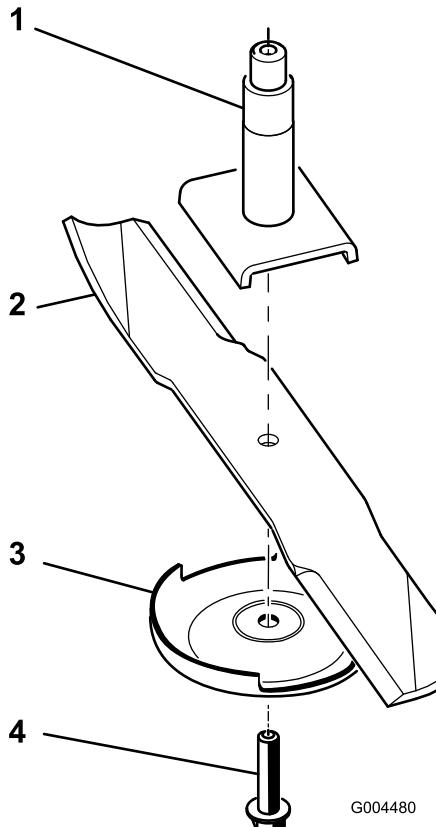

Figura 76
2. Retire del eje de la cuchilla el perno de la cuchilla, el protector de césped y la cuchilla (Figura 76).
2. Verifique el equilibrio de la cuchilla colocándola sobre un equilibrador de cuchillas (Figura 75). Si la cuchilla se mantiene horizontal, está equilibrada y puede utilizarse. Si la cuchilla no está equilibrada, rebaje algo el metal en la parte de la vela solamente (Figura 76). Repita este procedimiento hasta que la cuchilla esté equilibrada.
1. Instale la cuchilla en el eje (Figura 76).
2. Instale la placa protectora de césped y el perno de la cuchilla (Figura 76).